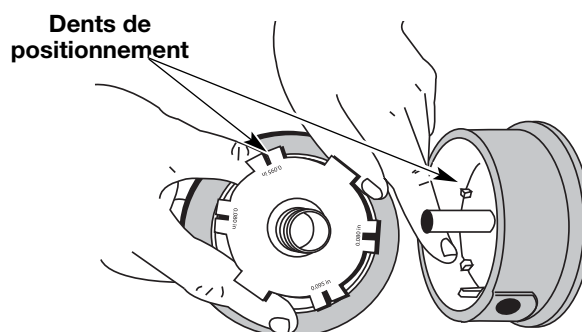

Fig. 29
5. Vérifiez l'état d'usure des dents de positionnement sur le moulinet intérieur et la bobine extérieure (Fig. 29). Enlevez les ébarbures ou remplacez le moulinet et la bobine au besoin.